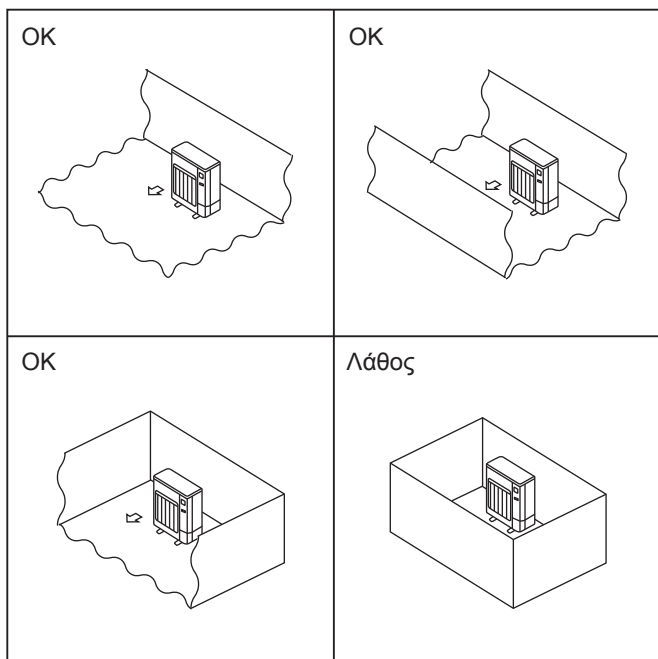

Fig. 2-1
- ⊙ Εγκαθιστάτε τις εξωτερικές μονάδες σε χώρους όπου τουλάχιστον μία από τις τέσσερις πλευρές είναι ανοικτή και σε επαρκώς μεγάλους χώρους χωρίς συμπίεσεις. (Fig. 2-1)